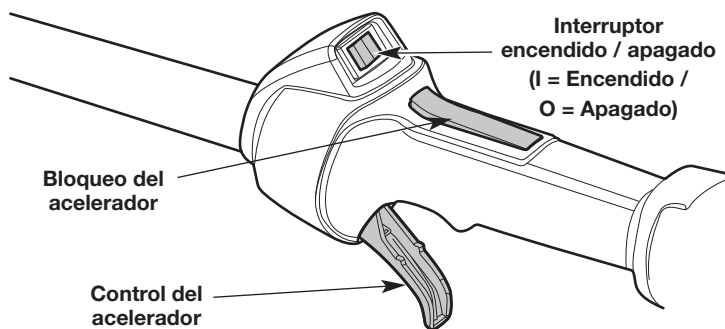

Fig. 7
**NOTA:** No es necesario encender la unidad. El interruptor de encendido/apagado está en la posición **Encendido (I)** en todo momento (Fig. 7).
**NOTA: NO apriete el control del acelerador (Fig. 7) hasta el paso 6.**
6. Oprima y mantenga apretado el bloqueo del acelerador (Fig. 7). Apriete el control del acelerador según sea necesario para el funcionamiento (Fig. 7).
2. Oprima y mantenga apretado el interruptor de encendido/apagado en la posición **Apagado (O)** hasta que el motor se pare por completo (Fig. 7).
**NOTA: NO apriete el control del acelerador (Fig. 7) hasta el paso 8.**
8. Oprima y mantenga apretado el bloqueo del acelerador (Fig. 7). Apriete el control del acelerador según sea necesario para el funcionamiento (Fig. 7).